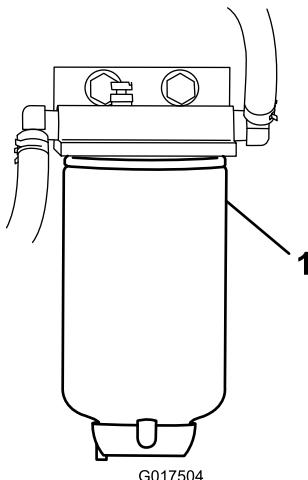

Figure 37
3. Dévissez le filtre à carburant du support (Figure 37).